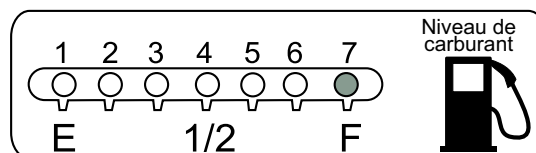

**Figure 12. Jauge de carburant**
3. Lire les voyants d'état de la jauge de carburant (Figure 12) sur le panneau de commande et déterminer si le niveau de carburant est bas. Consulter Tableau 11 pour l'indication sur le voyant du niveau de carburant.